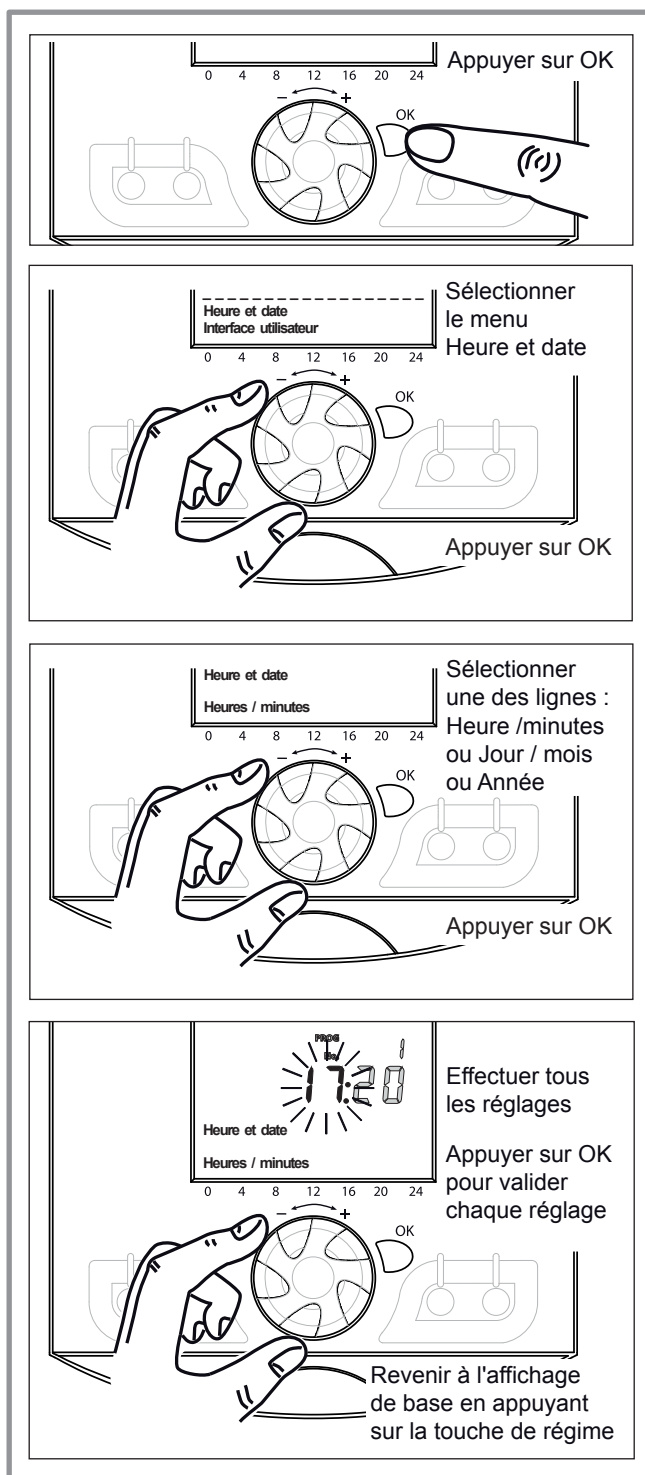

figure 57 - Réglage de l'heure et de la date
- Régler l'heure et la date en cours (figure 57).